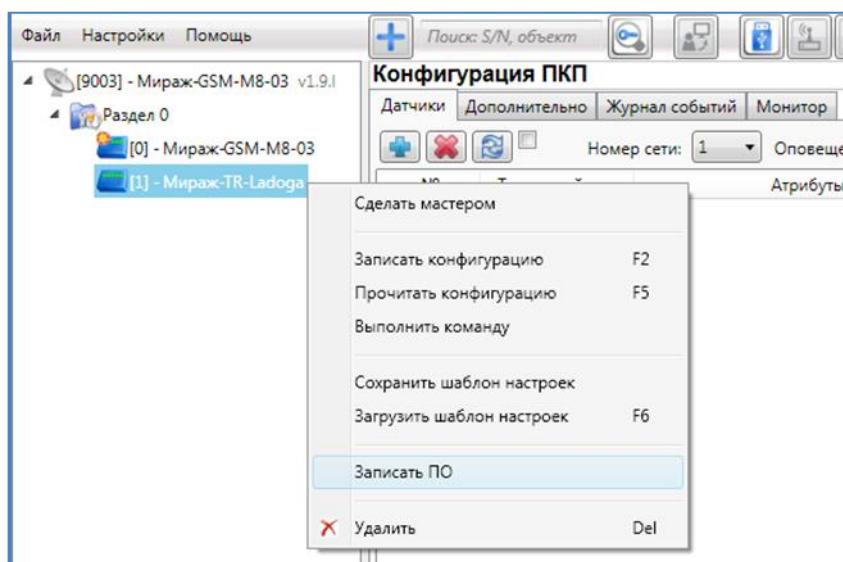

Рис. 5.11. Контекстное меню устройства, выбор функции *Записать ПО*
4. Щелкните правой кнопкой мыши по строке группы параметров трансивера в дереве устройств и в появившемся меню выберите *Записать ПО* (рис. 5.11).